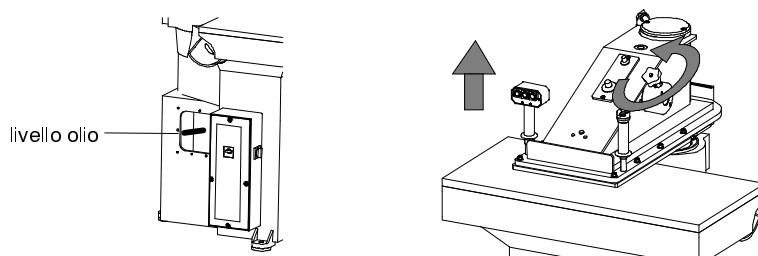

Fig. 8
- Immettere olio fino al raggiungimento della linea rossa di massimo livello (sinistra Fig. 8).
- Avviare il motore tramite l'interruttore principale, verificando immediatamente il senso di rotazione della pompa (destra Fig. 8). Ruotare il volantino di regolazione braccio in senso antiorario sino al suo arresto: in questo modo il braccio si sposterà verso l'alto sino al limite della sua corsa.